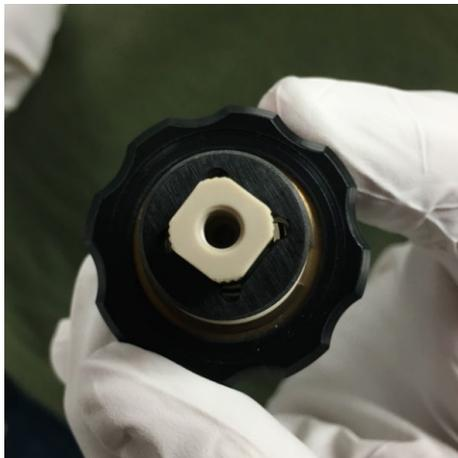

图 95：正确的针调整
- 15) 正确地调整长度后，转动探针顶部将针固定，使其与喷雾探针上的弹簧中的方框对齐。见图 95。